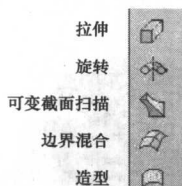
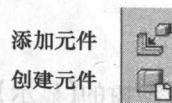

图 1-8 基础特征创建按钮
图 1-12 装配特征组合按钮
5. 特征创建工具栏 特征创建工具栏显示出各种特征创建按钮，供用户选择，方便设计工作。常用的特征创建按钮有“拉伸”、“旋转”及“可变截面扫描”等基本操作，还有基准面、基准轴、基准点、基准曲线等基准特征及孔、壳、肋等工艺特征的创建，以及装配环境下的添加元件、创建元件等操作按钮。主要的特征创建按钮及其名称见图 1-8 ~ 图 1-12。